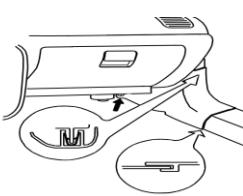

Рис. 6
- 12) Снимите с правой и левой стороны машины декоративный кожух. Кожух снимается в последовательности: открутить винт, освободить нижнюю часть от зацепления, резко потянуть нижнюю часть на себя, так что бы вывести из зацепления с кузовом верхнюю часть кожуха, при этом не применять чрезмерных усилий (рис. 6).